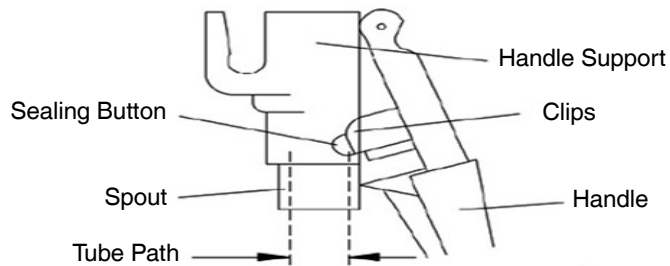

Figure 1.
3. Push back the handle and carefully insert the pinch to into the bowl spout opening, as shown in Figure 1.
3. Empuje hacia atrás la palanca e inserte con cuidado el pellizco que en el recipiente de la apertura de canalón, como se muestra en la Figure 1.